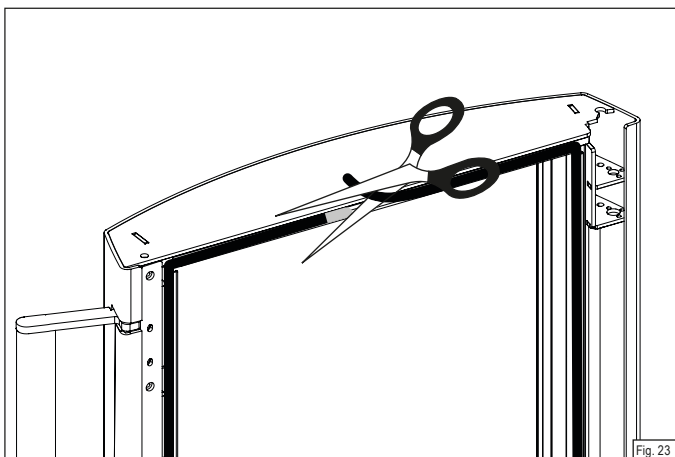

Fig. 23
- ▶ Commencez à poser le joint au milieu du guide, dans la zone supérieure de la porte du foyer. Appuyez uniformément sur le joint dans le guide (Fig. 22). Laissez dépasser l'extrémité un peu et coupez le joint à ras (Fig. 23).